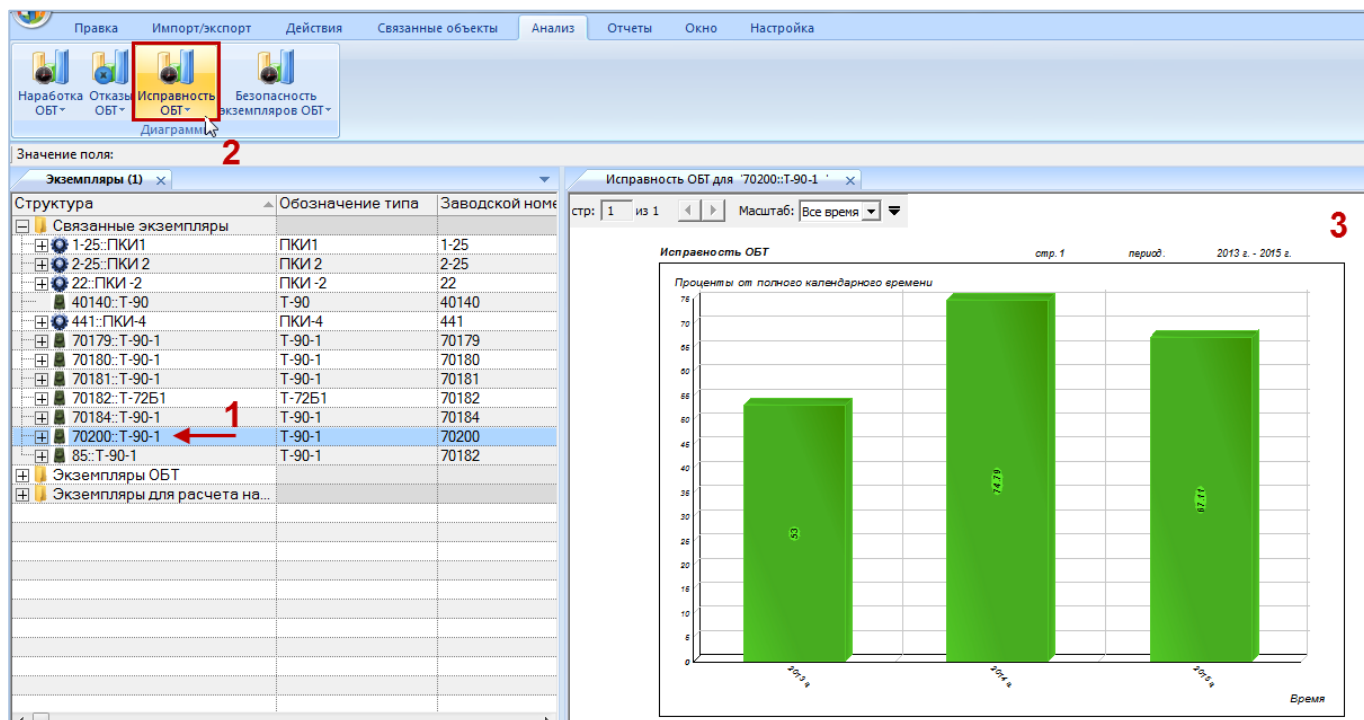

Рис. 28-38 – Построение диаграммы по исправности
4) В отдельном рабочем окне отображается диаграмма по исправности (3 на рис. 28-38). Краткое описание инструментов панели «Файл» для диаграмм приведено в пункте 5.4.7 «Панель «Диаграммы»», стр. 64.